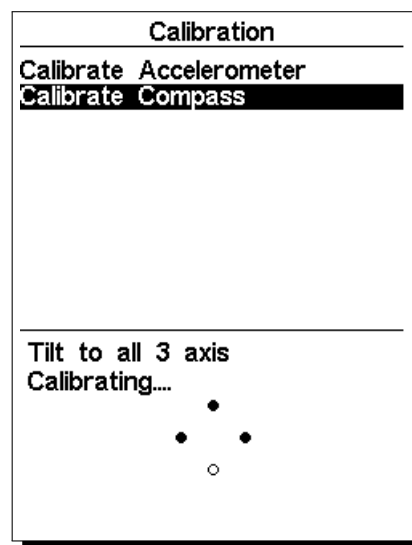

FIGURE 8.3 – Marques d'indication du calibrage de compas
Le magnétomètre a 3 axes (Figure 8.2) qui sont associés avec le cadre de référence de l'appareil. Le fait de tourner l'appareil sur chacun des 3 axes changera les angles de tangage, de roulis et de lacet. Afin d'effectuer un calibrage correct, l'appareil doit être tourné lentement sur chacun des 3 axes. Il n'est pas important d'effectuer une rotation complète ni l'ordre dans lequel sont effectués les tours. Ce qui est important c'est que l'appareil soit tourné pour modifier le tangage, le roulis et le lacet d'un angle proche de -90° à un angle de $+90^\circ$. Une indication sur l'état de la procédure du calibrage est donnée par les 4 cercles affichés en bas de la page de calibrage (voir Figure 8.3). Les cercles du haut et du bas sont associés à l'angle de tangage, alors que les cercles de gauche et de droite sont associés à l'angle de roulis. Quand le calibrage est entamé, tous les cercles sont vides (pas de couleur). Quand l'appareil est tourné de façon à ce que l'angle de tangage soit proche de -90° alors le cercle du haut est rempli en noir. De la même façon, si l'angle de tangage est proche de $+90^\circ$ alors le cercle du bas est rempli en noir. La même chose arrive avec les cercles de gauche et de droite quand l'appareil est tourné sur l'angle de roulis. Aucune indication n'est donnée pour l'angle de lacet. La procédure de calibrage est automatiquement terminée quand tous les cercles deviennent noirs. Dans la figure Figure 8.3 tous les cercles sont noirs sauf celui du bas. La procédure complète de calibrage peut être résumée par les étapes suivantes :
- (Calibrer le compas) (voir Figure 8.3) ;